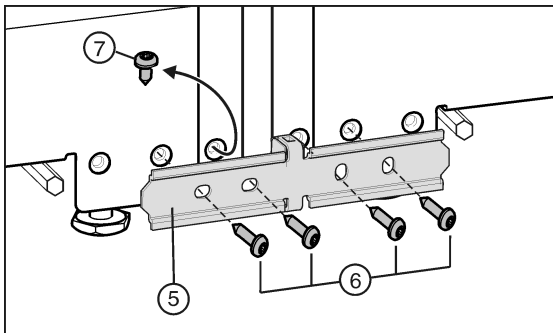

Fig. 23
- Si votre appareil a été équipé de la vis *Fig. 23 (7)* prémontée : dévisser la vis.
- Fixer la plaque de jonction *Fig. 23 (5)* provisoirement au moyen de deux vis *Fig. 23 (6)* à un appareil.